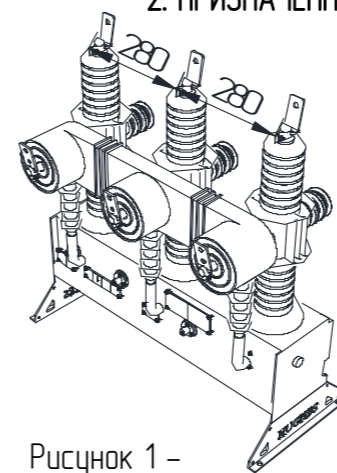

Рисунок 1 – комутаційний модуль реклоузера АСR120
2.3. Комплект реклоузера складається з комутаційного модуля реклоузера АСR120 з вбудованими трансформаторами струму (рис. 1), шафи захисту та телемеханіки FTU-200, трансформатору власних потреб з вбудованими резистивними датчиками напруги VXT120